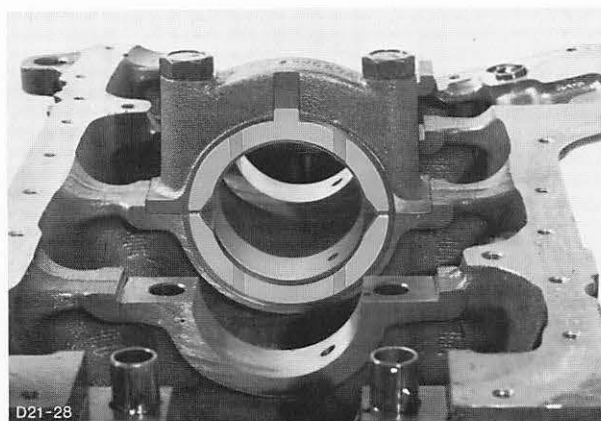

Abb. 92 Anlauf-Halbringe mittleres Hauptlager
27. Hauptlagerdeckel mit zugehörigen Lagerschalen abbauen. Beim Abbau des mittleren Hauptlagerdeckels auf den Sitz der Anlauf-Halbringe achten, Abb. 92, und dementsprechend kennzeichnen.